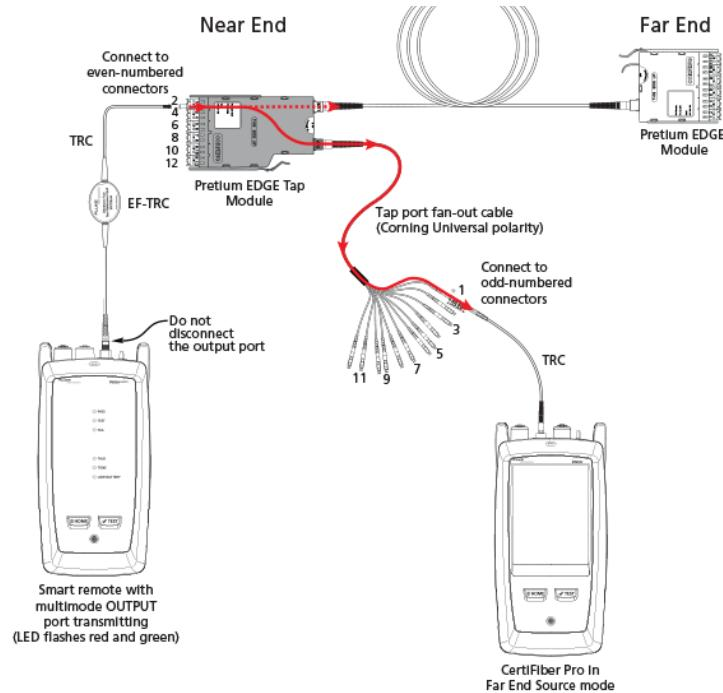
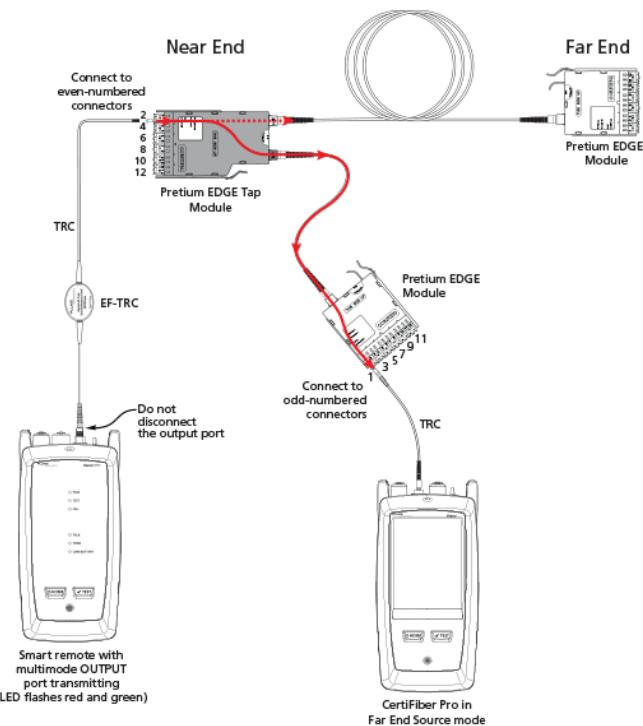

图 7. Connections for Testing the Tap Port Links from the Near End through a Fan-Out Cable
图 8. Connections for Testing the Tap Port Links from the Near End through an EDGE Module
3. 如果要通过扇出电缆执行测试，则按图 7 所示建立连接；如果要通过第三个 EDGE 模块执行测试，则按图 8 所示建立连接。